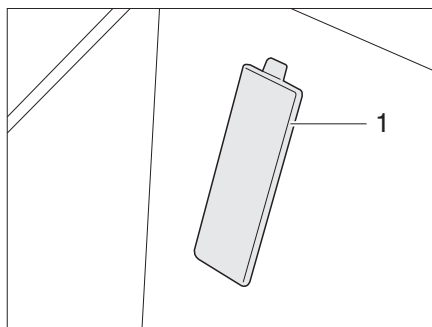

Fig. 403 Cache numéro de châssis (véhicule porteur Fiat)
- ▷ Le numéro de châssis se trouve derrière un cache (Fig. 403,1) dans la zone d'entrée, côté passager sur les véhicules porteurs Fiat.